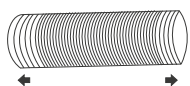
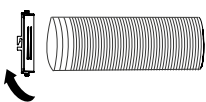

Fig. 1
Fig. 2
- 1** Ziehen Sie ein Ende des Schlauchs (Abb. 1) aus und schrauben Sie den Schlaucheinlass (Abb. 2) fest.